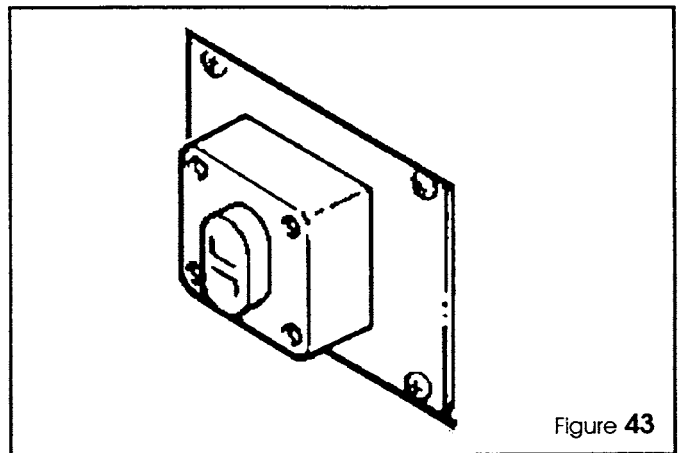

Figure 43
- druk op knop ON op de hoofdschakelaar (figure 43).